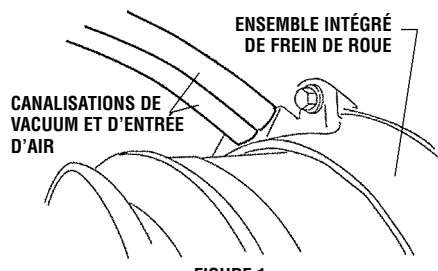

FIGURE 1
7. Démonter les trois petits boulons qui fixent l'ensemble intégré de frein de roue du côté arrière de la fusée (Voir figure 1).